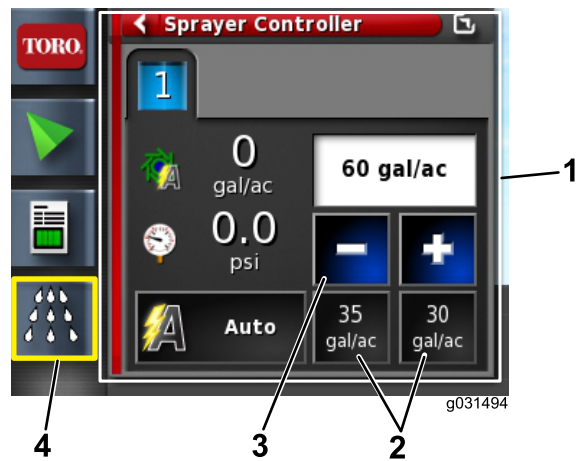

图 67
- 如果喷洒率错误请选择预设喷洒率以递增方式进行更改或选择当前喷洒率手动输入喷洒速度图 67。